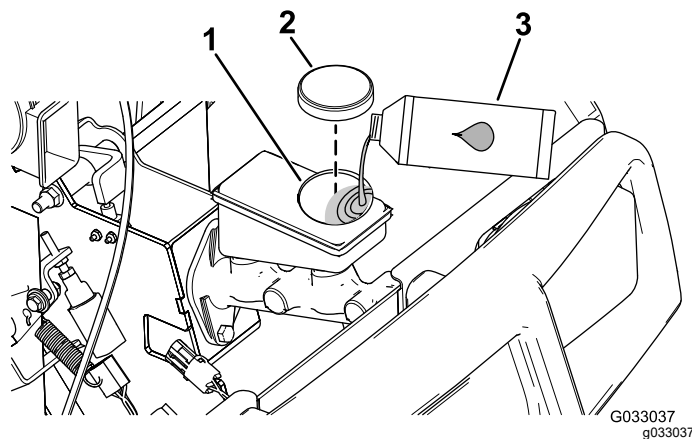

図 16
2. フードを持ち上げてブレーキのマスターシリンダとブレーキ液タンクにアクセスできるようにする 図 16。
- A. ウェスでタンクのキャップの周囲をきれいに拭いてキャップ外す 図 16。
- C. タンクにキャップを取り付ける 図 16。